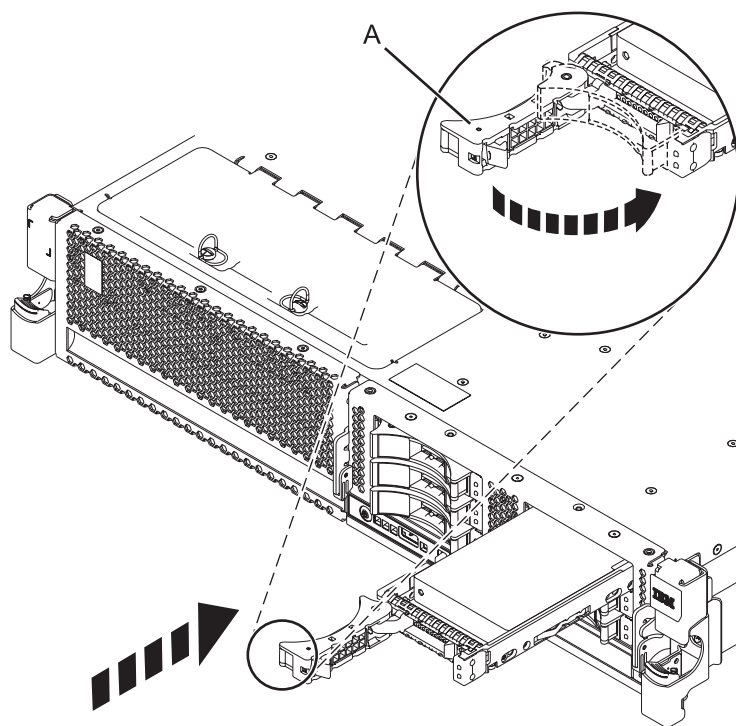

Figure 21. Installation d'une unité de disque dans l'unité centrale
4. Faites glisser complètement l'unité de disque ou l'unité SSD dans l'unité centrale ou l'unité d'extension, et poussez la poignée de l'unité **(A)** jusqu'à ce qu'elle s'enclenche. Pour plus d'informations, voir figure 21, à la page 33.